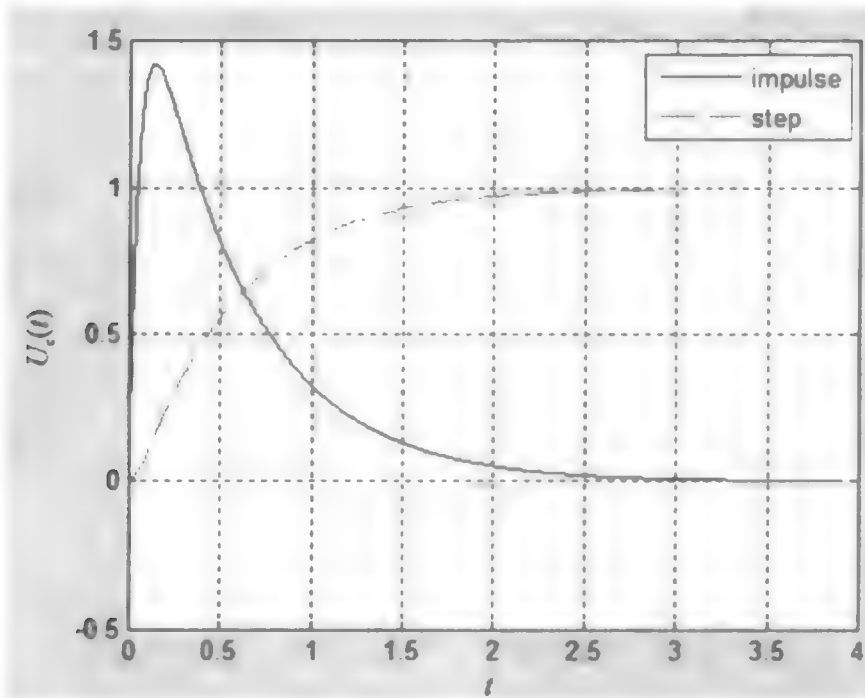

图 1.2.2 二阶 RCL 网络响应
保存上述代码并运行,结果显示如图 1.2.2 所示。
(1) 按窗口右上方的 plot(ti,yi) 按钮,即可得到与图 1.2.2 一致的结果。同时在命令行窗口显示对应的绘图代码,用户可将此作为后期编程的参考。